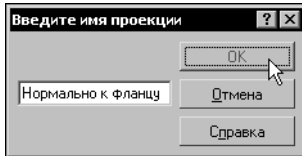

Рис. 78.3. Ввод названия ориентации
2. Нажмите в нем кнопку **Добавить** и введите название новой ориентации (рис. 78.3).